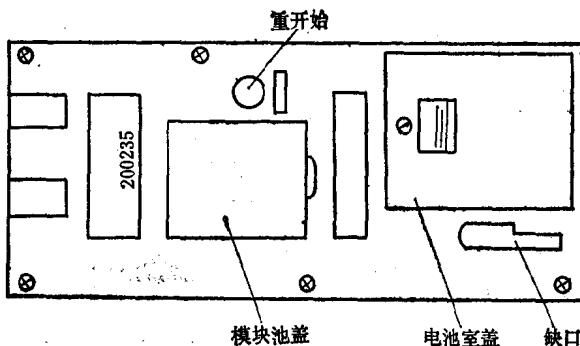
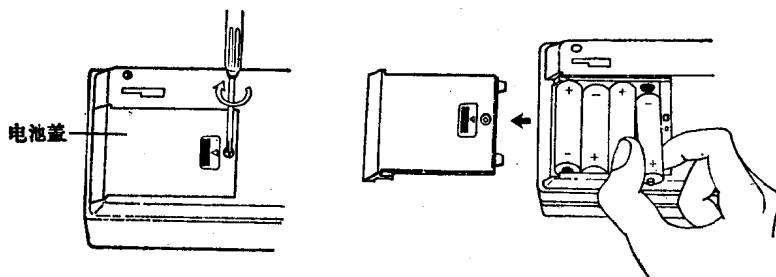

图 1-1 模块池和电池室位置图
图 1-4 电池装卸图
模块装在计算机背面的模块池中，图1-1是计算机背面的示意图，模块池盖靠近电池室的一边有个缺口，是供开盖用的。模块池中只能装入一个模块。在模块装入计算机后，一般情况下没有必要拆下，我们就把模块和计算机当作一个整体来使用。模块是高密度存贮器，是极精密的部件，价格也很贵，故在拆装时要特别小心，以免损坏。
1. 图1-1中的电池室是放置电池的地方。先按 [OFF] 键关机，然后用螺丝刀或硬币拧开电池室盖上的螺丝，拿走电池室盖（图1-4）。